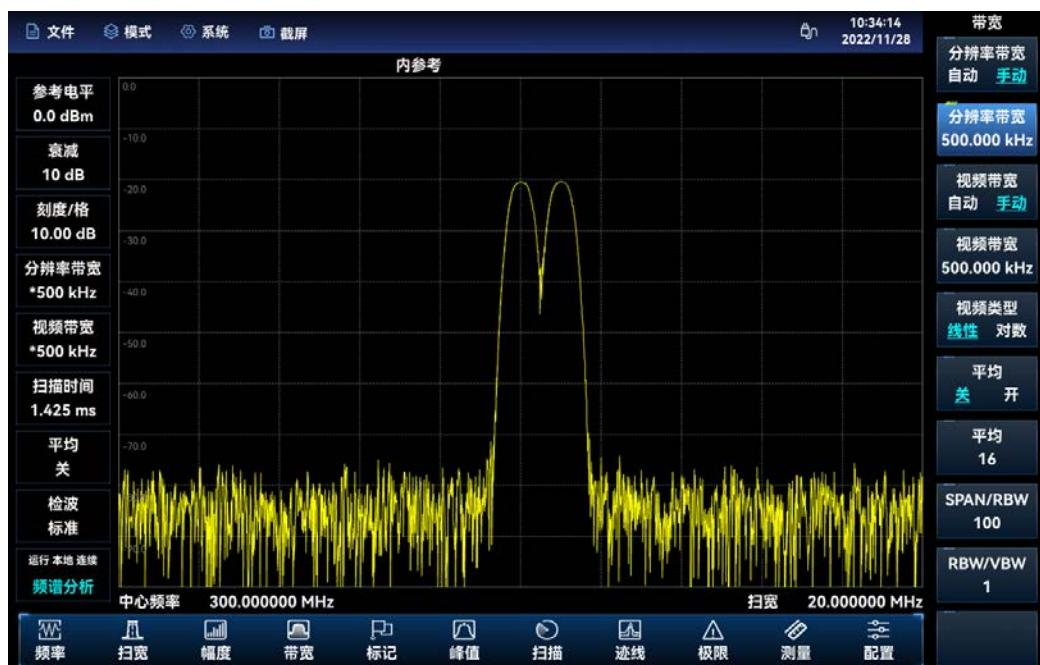

图 3.14 区分两个等幅信号
- 按【带宽】→[视频带宽 自动 手动]调整视频带宽为 500kHz。此时可以看到屏幕上出现两个信号，如图 3.14 所示。使用数字键区的滑动轴或[↓]键继续降低分辨率带宽，可以更清楚的看到两个信号。